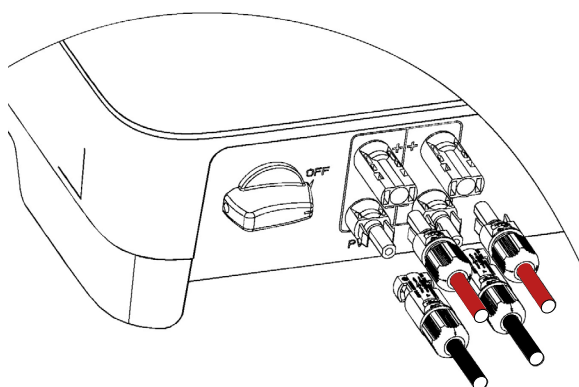

Fig. 44. Conexión terminales entrada DC equipos con 2 MPPT.
4. Inserte los conectores positivo y negativo en los terminales de entrada de DC respectivos del inversor. Se debe oír un clic si los terminales están bien conectados, tal como se muestra en la Fig. 44: